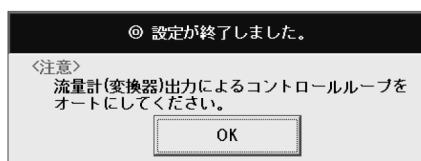

図27
- ⑥ 図27のようなメッセージボックスが現れますので、「OK」ボタンをクリックすれば設定は終了です。